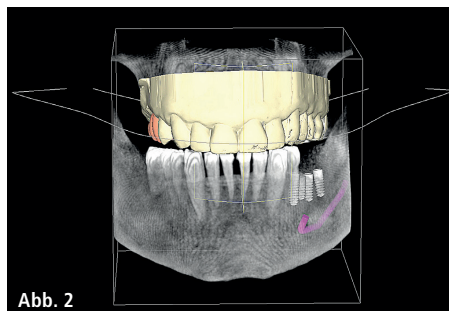
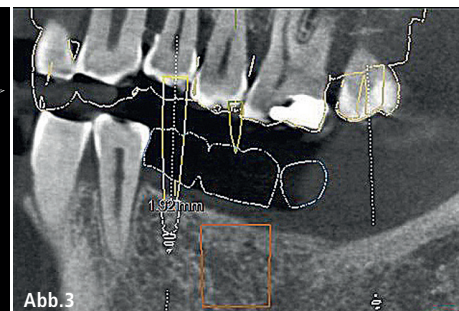

Abb. 2
Abb. 3
ohne die 3-D-Röntgenaufnahmen nicht zu erkennen gewesen wären (Abb. 2). Außerdem wurde deutlich, dass lange Implantate ohne Änderung der Angulation bei dem verfügbaren Knochenangebot nicht möglich sind. Um eine optimale prothetische Achse einhalten zu können und die im DVT sichtbaren Strukturen in Regio 34/35 nicht zu verletzen, wurden Implantatlängen von 8 und 11 mm für die Behandlung ausgewählt (Abb. 3). Damit die Planungsdaten während des chirurgischen Eingriffs präzise umgesetzt werden können, wird eine Bohrschablone benötigt, die virtuelle Daten nutzt, um die exakte Position, den Winkel und die Tiefe der einzusetzenden Implantate vorzugeben. Auf diese Weise werden Behandlungen durch Schablonen sicherer gegenüber herkömmlichen Implantationen.
**Abb. 2:** Visualisierung des Nervkanals und der geplanten Implantate. – **Abb. 3:** Aufgrund der anatomischen Strukturen in Regio 34 wurde eines der Implantate in einer Länge von 8 mm anstelle von 11 mm geplant. – **Abb. 4:** Planung der Unterkiefer-Restaurationen mit CEREC. – **Abb. 5:** Fertige Optiguide-Bohrschablone mit Bohrhülsen auf dem Gipsmodell. – **Abb. 6:** Virtuelle Konstruktion der Keramik-Abutments in der CEREC-Software. – **Abb. 7:** Modifizierter Ankylos Regular-Aufbau und mit der CEREC MC XL geschliffene Keramik-Abutments aus Lithiumdisilikat.